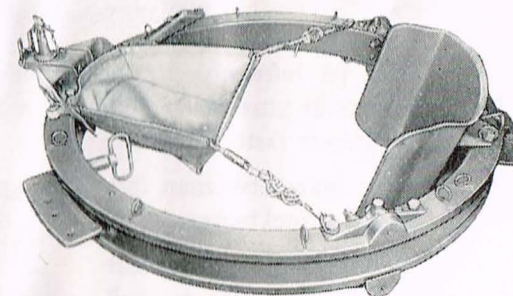

Bild 56. Hylspåsen fastsatt
9. Fäst hylspåsen på luftvärnskulsprutekransen (bild 56).
När hylspåsen skall sättas fast fäster man remmen runt främre lagringen och de två karbinhakarna i var sin fästplatta (bild 56). De två snörena stramas sedan åt så att fjädrarna belastas.